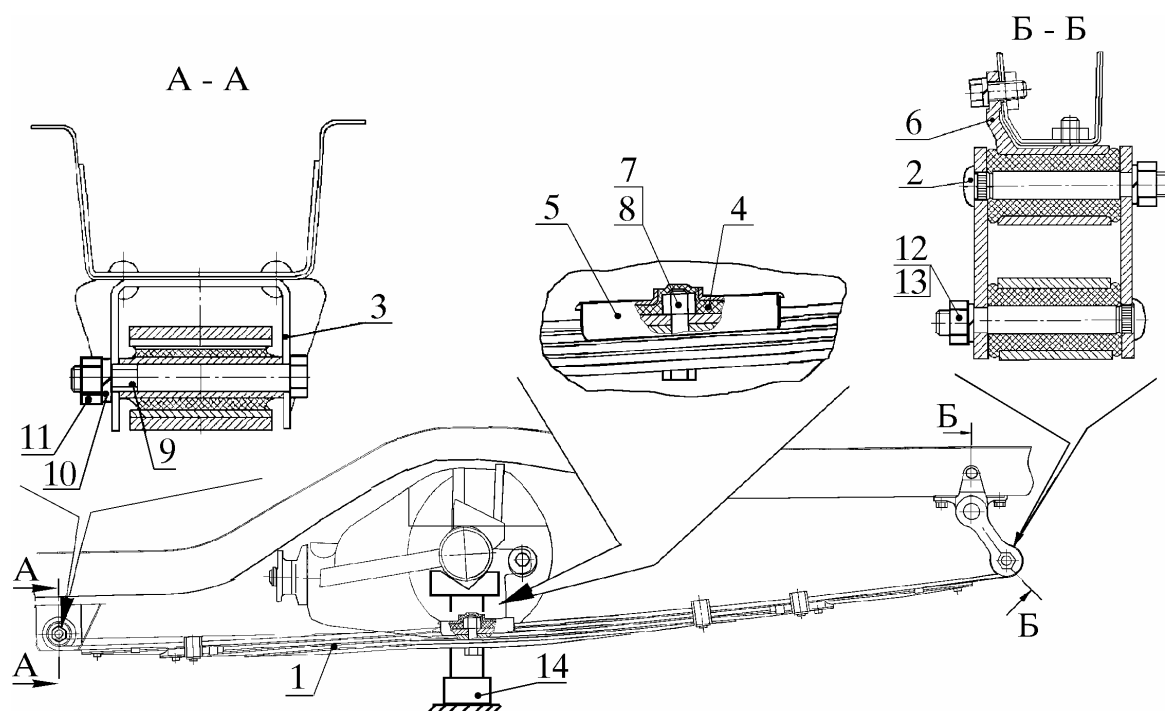

Рис. 13. Установка задней рессоры на автомобиль:
6.4.1. Подсоединить короткий конец задней рессоры 1 (рис. 13) с шарниром к левому переднему кронштейну 3 кузова, установив болт 9 в отверстия кронштейна и сайлентблока рессоры, навинтив вручную гайку 11 с шайбой 10.
6.4.2. Подсоединить задний конец левой рессоры 1 к кронштейну 6 с помощью двух серг 2, как показано на рис. 13, навинтив две гайки 12 с шайбами 13.